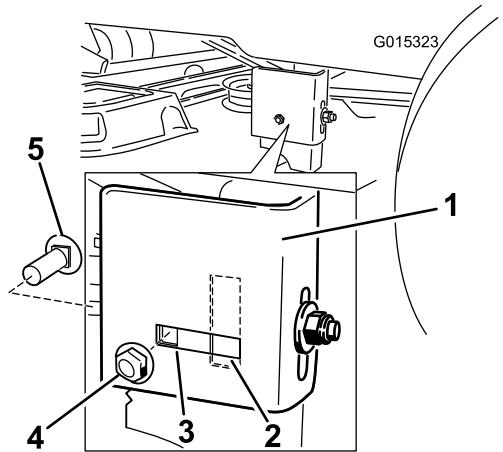

Figura 53
- Mueva al lado izquierdo de la máquina. Compruebe si el perno de cuello cuadrado lateral está en la posición fija o ranurada (Figura 53).
- Si el perno de cuello cuadrado lateral está en la posición fija, retire el perno de cuello cuadrado lateral y la tuerca de bloqueo lateral de la posición fija, e instálelos en la posición de ajuste ranurada (Figura 53).